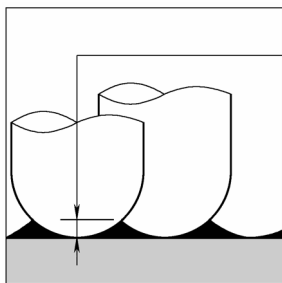

图 2-111 “Via scallop height” 示意图 (2)
- “Via scallop height”: 通过定义残余高度来确定刀具的径向步距，如图 2-111 所示。